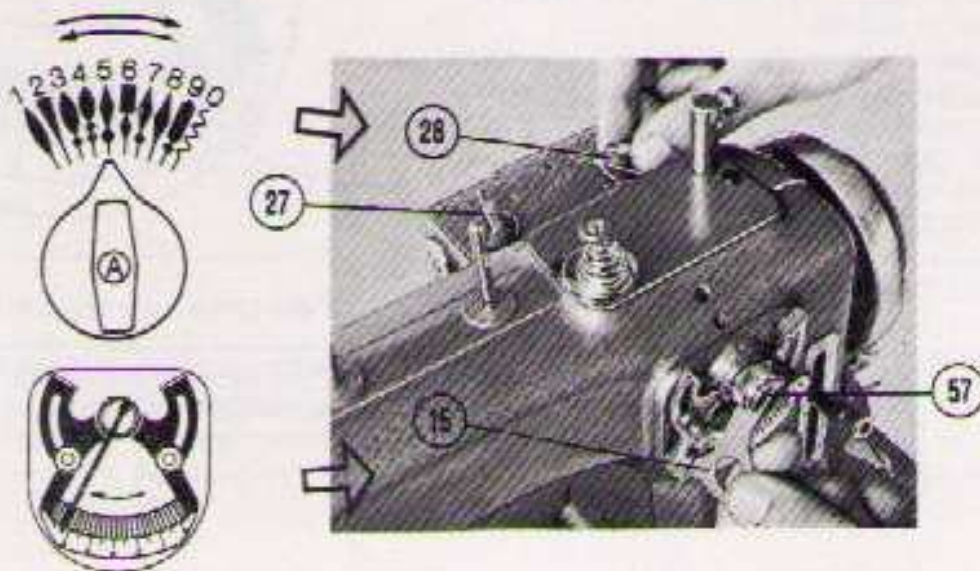

Fig. 49
- a) Se llevará el mando de amplitud del zig-zag 15 (Fig. 49) al 5 de su escala.
- 1 – Mando selector A del dibujo o costura de adorno, 26 (Fig. 49).